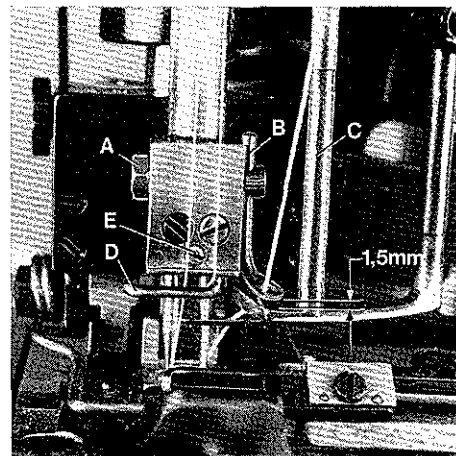

Fig. 44
Rotate pulley until the needle bar is at the bottom of its stroke. Loosen nut (A, Fig. 44) and set the movable spreader thread guide (B) on needle holder to the distance of approx. 1,5 mm (1/16 in.) between spreader thread guide (C) and movable spreader thread guide (B). The eye of guide (B) should be positioned directly above the front end of the thread guide slot in the spreader thread guide (C) (see Fig. 44). Retighten nut (A).
Drehen Sie am Handrad bis die Nadelstange in ihrer untersten Stellung ist. L sen Sie die Mutter (A, Fig. 44) und stellen Sie die bewegliche Legfadenf hrung (B) am Nadelhalter so, da  zwischen der Legfadenf hrung (C) und der beweglichen Legfadenf hrung (B) ein Abstand von etwa 1,5 mm ist und die Ose der F hrung (B) direkt  ber dem vorderen Ende des Fadenf hrungsschlitzes der Legfadenf hrung (C) steht (siehe Fig. 44). Ziehen Sie die Mutter (A) wieder an.
Set the needle holder thread guide (D, Fig.44) as close as possible to the needles without pinching the needle threads. For adjustment loosen screw (E) and set the thread guide as required, make sure that thread guide (D) clears spreader thread guide (C) when the needle bar moves up and down. Retighten screw (E).
Stellen Sie die Fadenführung (D, Fig.44) am Nadelhalter so dicht wie möglich zu den Nadeln, ohne daß die Nadelfäden eingeklemmt werden. Nach Lösen der Schraube (E) kann die Fadenführung entsprechend gestellt werden, beachten Sie, daß die Fadenführung (D) nicht an der Legfadeführung (C) anschlägt, wenn die Nadelstange auf und ab geht. Ziehen Sie die Schraube (E) wieder an.